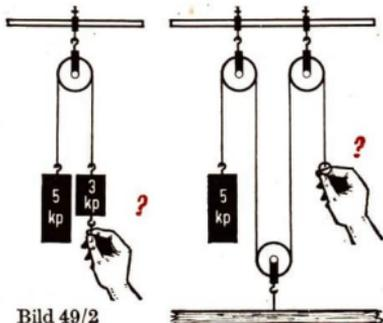

Bild 49/2
4. Welche Kraft ist notwendig, um Gleichgewicht herzustellen (Bild 49/2)?